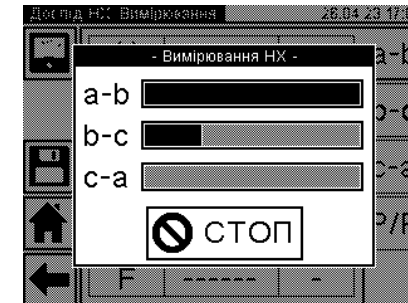

Рисунок 6.20
16) Виконати вимірювання, для чого натиснути кнопку  в вікні "Дослід НХ. Вимірювання" (рисунок 6.19). На екрані з'явиться вікно, що демонструє динаміку процесу вимірювання (рисунок 6.20). За необхідності процес вимірювання може бути зупинений натисканням кнопки . Після завершення вимірювання на екран будуть виведені результати вимірювання (рисунок 6.21, 6.22). Для перегляду всіх результатів слід по чергову натискати на вкладки "a-b" (рисунок 6.21), "b-c", "c-a", "P/P" (рисунок 6.22).